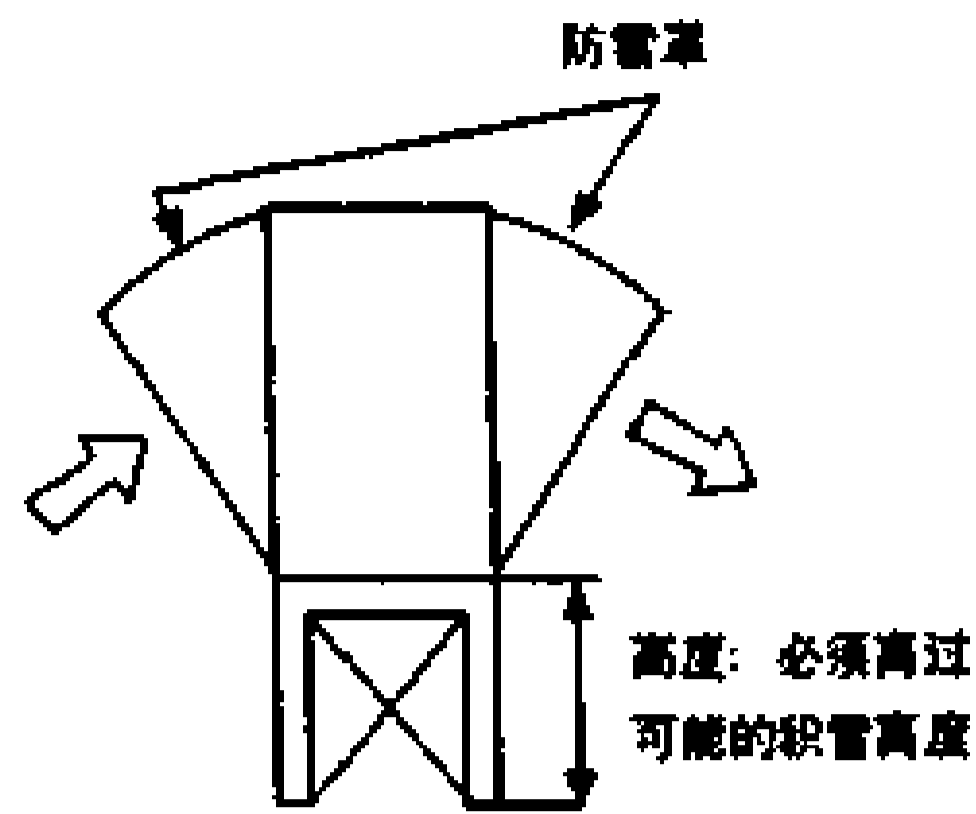

图 1-2-4
1) 图 1-2-4 所示为供室外机用的防雪罩, 可减小除霜运转的频率。在安装防雪罩时, 防雪罩的出气口不应直接面向最大风的方向。